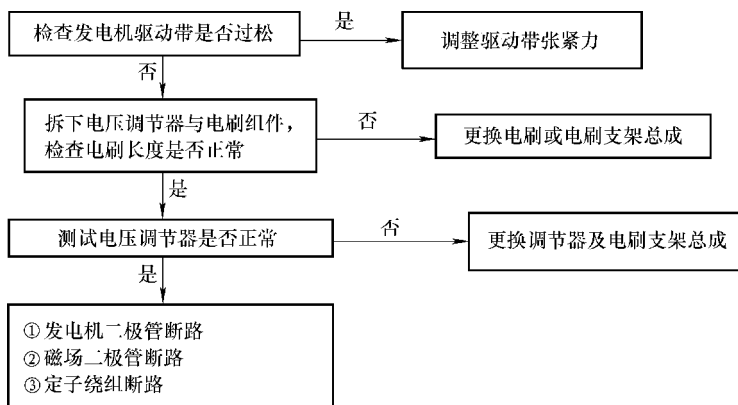

图 3-12 充电指示灯时亮时灭的诊断流程
3) 充电指示灯时亮时灭的诊断流程, 如图 3-12 所示。